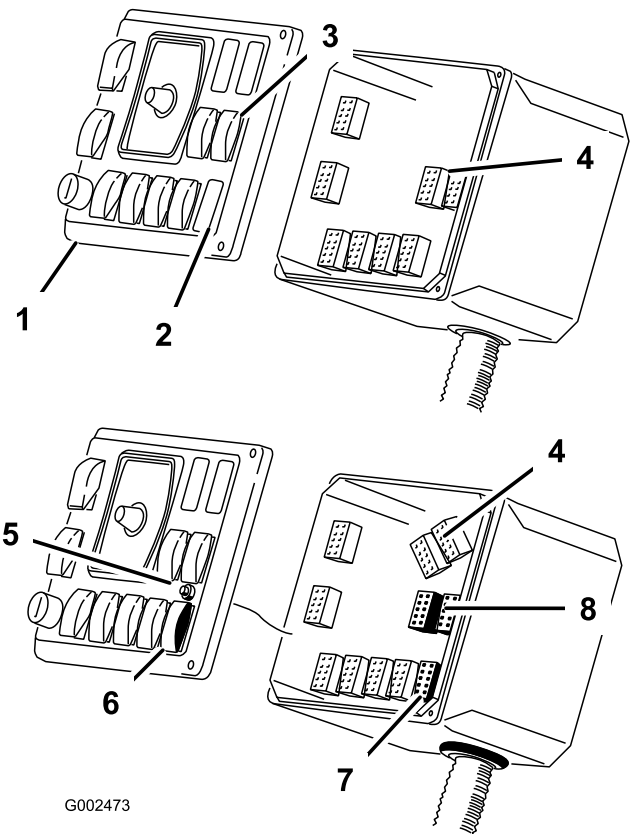

Bild 21
3. Setzen Sie die Anzeigelampe von hinten in das Loch ein und befestigen sie mit den beiliegenden Befestigungen an der Frontplatte (Bild 21).
4. Entfernen Sie den Ultraschall-Ausleger-Schalterstecker von der Frontplatte und setzen Sie den Ultraschall-Ausleger-Kippschalter ein (Bild 21).
5. Schließen Sie die Stecker von den Auslegerhubschaltern ab (Bild 21).